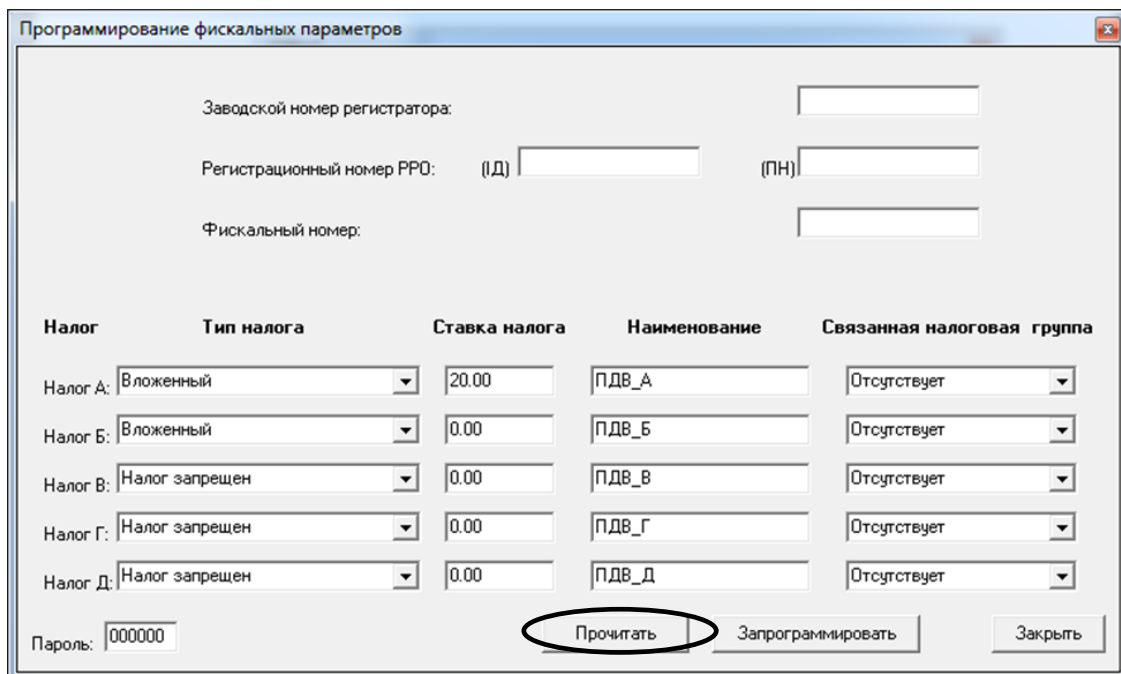

Рисунок 18
5.5 З'явиться вікно «Программирование фискальных параметров». Натиснути на кнопку «Прочитать» (рисунок 18).